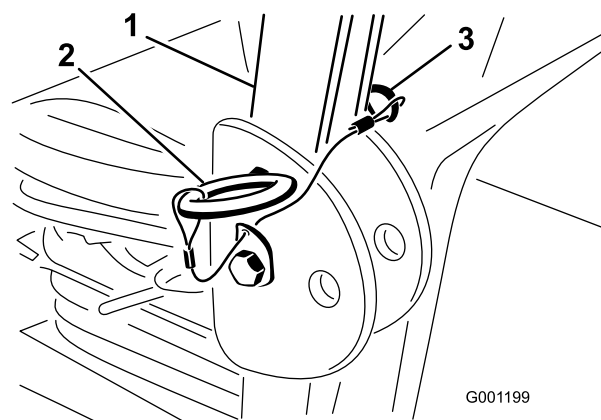

図 30
1. ROPS を下げるには、機体の左右でヘアピンコッターを抜き、ピンを外す(図 30)。
3. ピンとヘアピンコッターで固定する(図 30)。
4. ROPS を立てるには、機体の左右でヘアピンコッターを抜き、ピンを外す(図 30)。
- ROPS をまっすぐに立ててピンで固定し、ヘアピンコッターでロックする (図 30)。